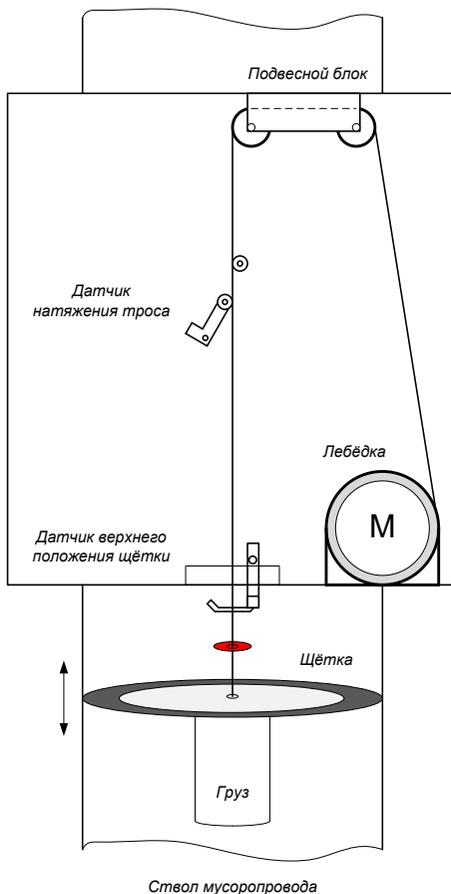

Рис.3 Упрощённая механическая схема щита
- Мусоросборная камера (1) - помещение для временного хранения (накопления) твердых бытовых отходов;
- Ствол системы мусороудаления (2) - устройство для приема и гравитационного транспортирования твердых бытовых отходов;
- Загрузочный клапан (3) - устройство для загрузки твердых бытовых отходов в ствол системы мусороудаления и перекрытия его приемных отверстий;
- Шибер системы мусороудаления (4) - нормально-открытое устройство с ручным приводом для перекрытия разгрузочного отверстия патрубка ствола в мусоросборной камере, совмещающий функции противопожарного клапана и закрывающийся в автоматическом режиме при температуре выше 70 °С;
- Щит автоматики (5) – управляющий элемент системы, совмещающий противопожарные функции: автоматически подающий воду при возгорании и отключающий подачу воды при локализации возгорания, устанавливаемый в верхней части ствола мусоропровода;
- Механизм промывки, прочистки и дезинфекции - устройство, предназначенное для периодической прочистки, промывки и дезинфекции внутренней поверхности ствола системы мусороудаления - щётка с грузом (см. рис.3).
Упрощённая механическая схема щита приведена на рис.3.